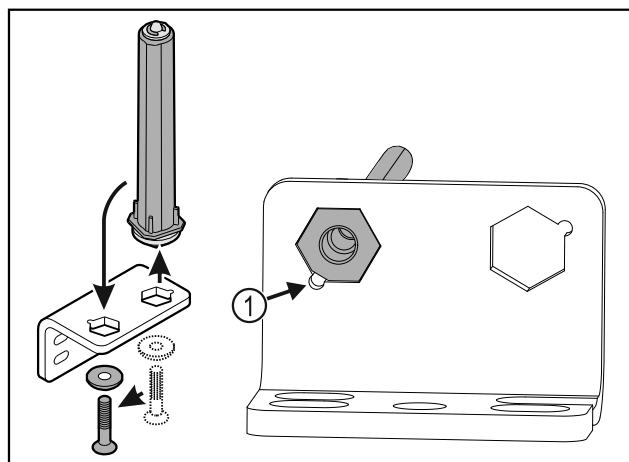

Fig. 29
- Verificare che durante l'inserimento lo smusso del perno Fig. 29 (1) sia rivolto verso il foro circolare.